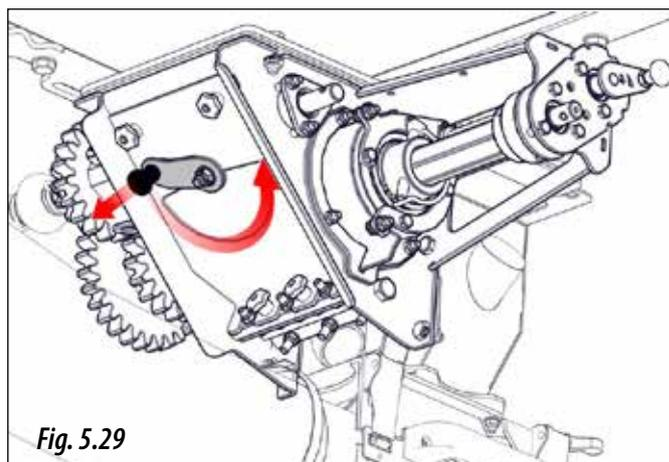
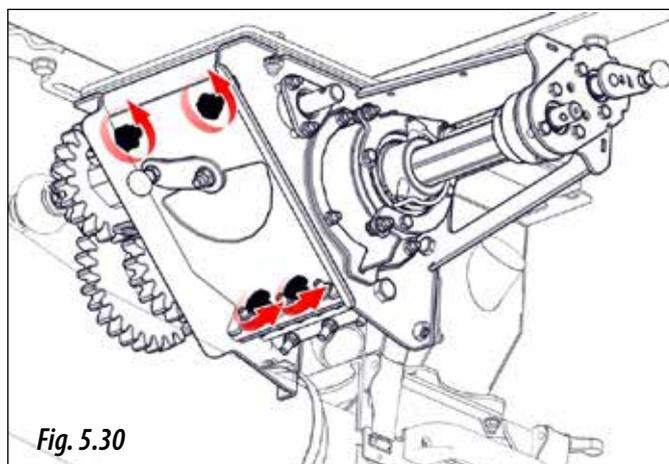

Fig. 5.29
Fig. 5.30
**4.A.1-** Vider le doseur par la trappe (figure 5.29) ou en enlevant le couvercle après avoir tourné les molettes (figure 5.30).